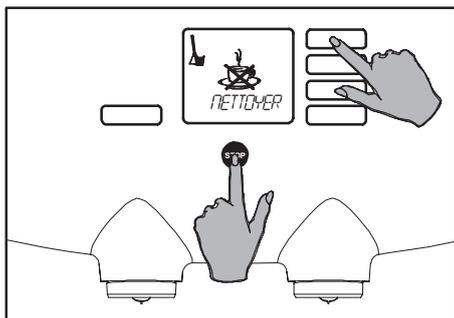

Fig. 44 Accès au menu opérateur
1. Activez le menu opérateur dès que le message de nettoyage s'affiche à l'écran (fig. 44).